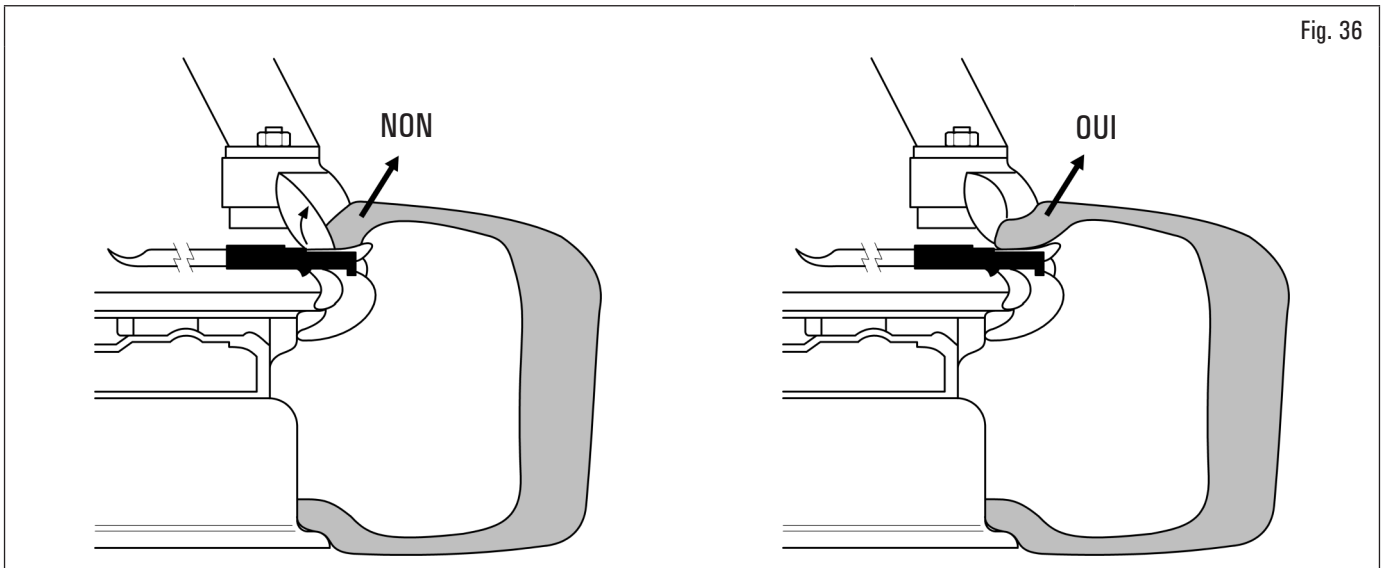

Fig. 36
9. en phase de démontage de pneus durs, il peut arriver que le talon se positionne, sur la tête outil de montage, avec son bord tourné. Ce fait provoquerait le glissement du talon même hors du levier quand commence la rotation dans le sens des aiguilles d'une montre. Pour remédier à cet inconvénient, il faut tourner légèrement la roue dans le sens contraire à celui des aiguilles d'une montre jusqu'à ce que le bord se détende. A ce moment-là, commencer le démontage dans le sens des aiguilles d'une montre (voir Fig. 36).